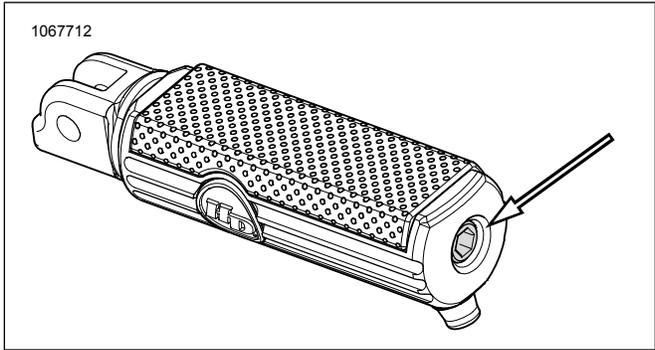

Figure 5. Vis de réglage d'appui-pied
4. Faire pivoter l'appui-pied (3) en position dans la chape et insérer la goupille (4) à travers la chape, l'appui-pied (3) et le ressort (1).
5. Poser l'attache de retenue (2).
7. Voir la figure 5. Pour les repose-pieds réglables :